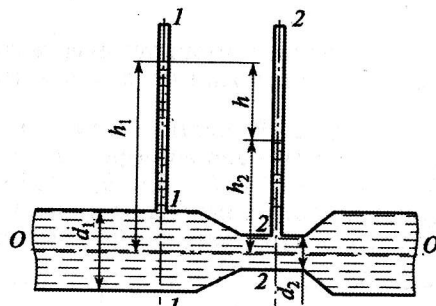

Рис. 5.20
**Задача 5.20.** Определить расход воды  $Q$  в трубе диаметром  $d_1 = 250$  мм, имеющей плавное сужение до диаметра  $d_2 = 125$  мм, если показания пьезометров: до сужения  $h_1 = 50$  см; в сужении  $h_2 = 30$  см. Температура воды  $20^\circ\text{C}$  (рис. 5.20).